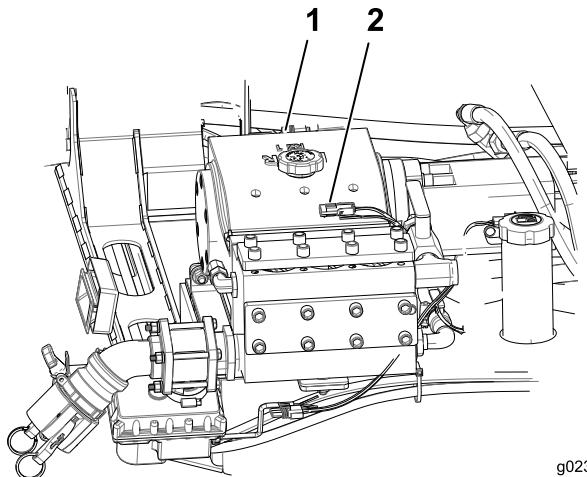

Figure 4
- Branchez le faisceau de câblage au connecteur près du collecteur (Figure 4).